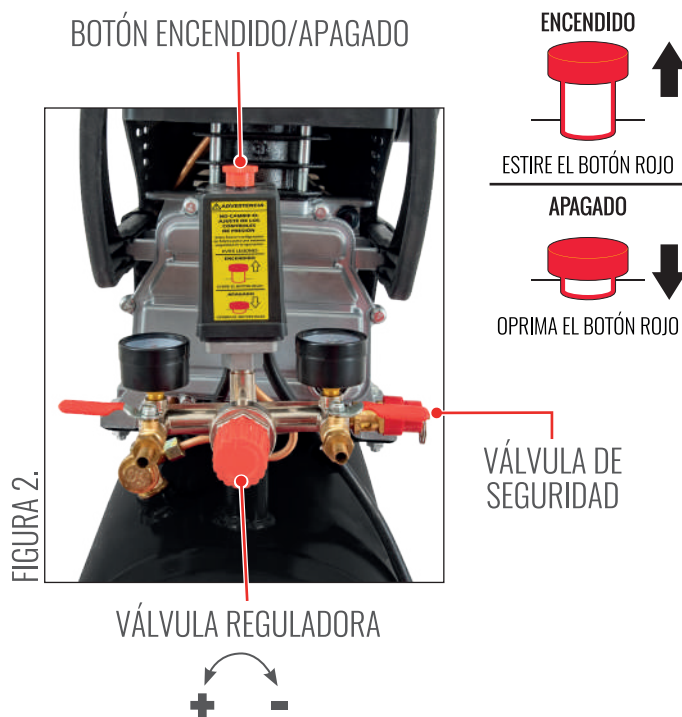

FIGURA 2.
5. Abra la válvula de salida, coloque el switch en la posición de encendido (Figura 2). Deje que el compresor opere 10 minutos sin carga para asegurar que se lubriquen las partes móviles antes de iniciar la operación normal.
2. La presión nominal puede ser ajustada girando la válvula reguladora (Figura 2).